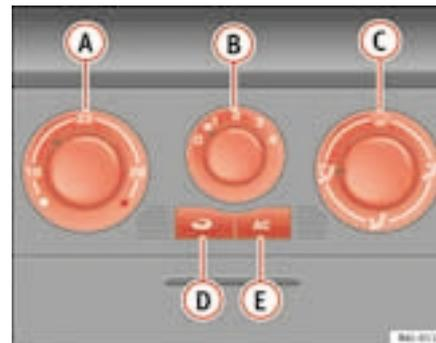

Fig. 92 Comandos do Ar Condicionado no painel de instrumentos
- Desligue o ar condicionado com a tecla ⇒ fig. 92 [AC] (apaga-se o indicador luminoso da tecla).
No modo de recirculação do ar ⇒ página 127, fig. 92  (lâmpada no botão acesa) evita-se a entrada de cheiros fortes no habitáculo, como os que são frequentes por exemplo na travessia de um túnel ou num engarrafamento.